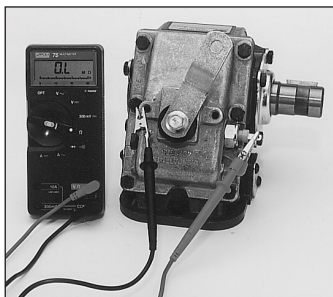

Figura 2.5
2. Conecte el otro conductor a una porción de metal descubierta de la toma de fuerza o cambiador (Figura 2.5).
5. Cambie la toma de fuerza a la posición desactivada. El medidor debe volver a la posición normal (Figura 2.5).